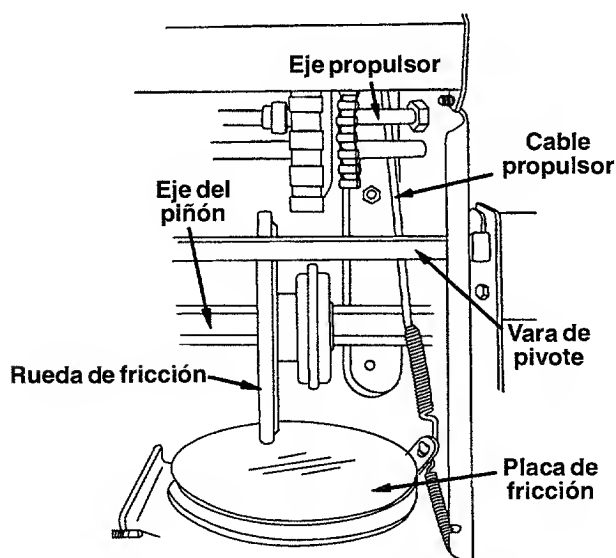

FIGURA 26
- Con el control del propulsor de tracción enganchado, asegúrese que la rueda de fricción toque la placa de fricción. Vea la figura 26.